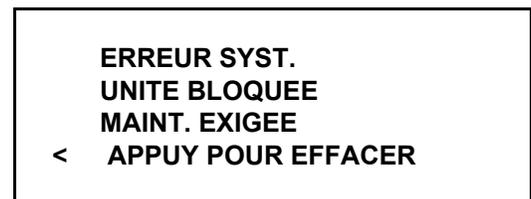

Figure 181
2. L'une des sondes à thermistance n'a pas fonctionné durant le processus du traitement thermique (cylindre de réfrigération, réservoir ou glycol, Cf. Figure 181).